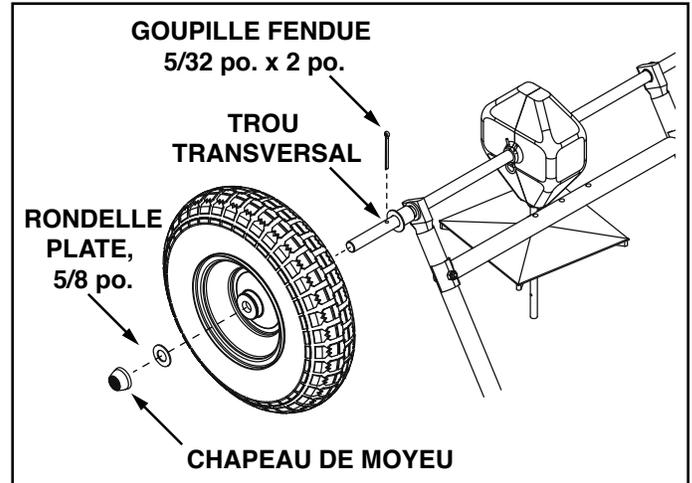

FIGURE 3
6. Insérer une goupille fendue de 5/32 po. x 2 po. dans le trou du moyeu de la roue et dans l'essieu. Voir la figure 3.
7. Placez une rondelle plate de 5/8 po. sur l'essieu puis taper légèrement sur un chapeau de moyeu jusqu'à ce qu'il soit bien plaqué contre la rondelle et le moyeu de roue. Voir la figure 3.